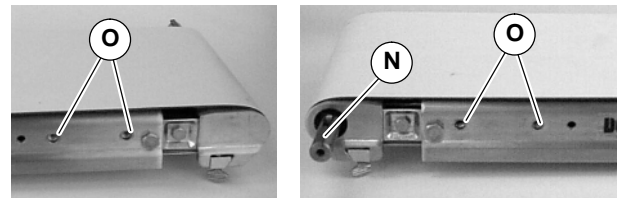

Abbildung 3
2. Schrauben (O siehe Abbildung 3) von beiden Seiten des Förderbandes entfernen.
3. Vierkantkeil (N siehe Abbildung 3) in die Förderband-Antriebswelle installieren.